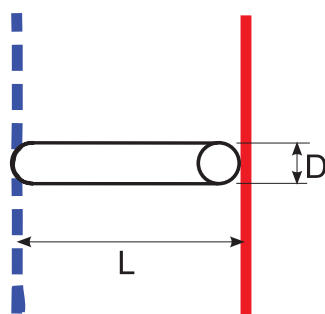

Fig. 30 Bypass detaljeret visning (→ [1] [AWBS fig. 28 og 29])
- [1] Bypass (→ fig. 30) (→ [1] tab. 10)